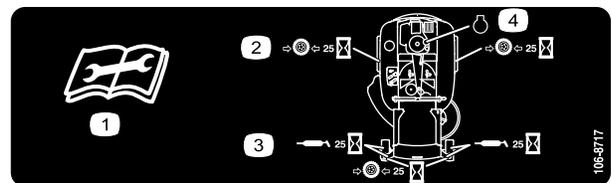

Figure 25
3. Nettoyez les graisseurs (Figure 24 et Figure 25) à l'aide d'un chiffon. Grattez la peinture qui pourrait se trouver sur les graisseurs.
4. Raccordez une pompe à graisse à chaque graisseur (Figure 24 et Figure 25). Injectez de la graisse dans